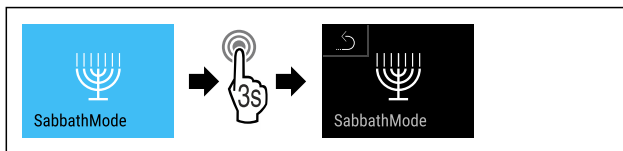

Fig. 13
- ▶ Izvedite zahtevane korake (glejte Fig. 13).